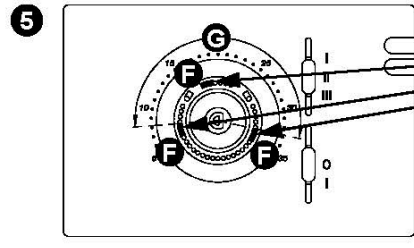

Fig. 6 Se sid. 2 Begränsning vredinställning.
2. Tag loss "läspinnar" från bottenplattan (fig. 6) och placera dem enligt fig. 6 (⑤).
Vid installation med separat givare skall bygging JP1 (placerad på kretskortets nedre högra del) ändras till läge A som visas i fig. 6. Anslut sedan elkabel med 4.700 Ω vid 25NTC sensor med ett korrekt "Beta" värde vid anslutning S.A. eller alternativt på plint 12 och 13.